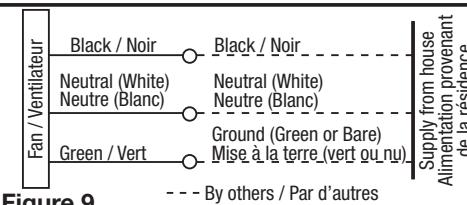

Figure 9
3. For two speed fans wired for continuous ventilation, connect the White wire of the fan to the White (Neutral) wire from the power source. Connect the ground wire from the house to the green wire from the fan housing. Connect the Black wire of the fan to the Black wire (Hot) from the power source. The fan will operate on low speed continuously and boost to high speed when motion is detected. A manual override switch (not included) can be used to provide a manual fan Off function. (**Figure 9**).
4. For two speed fans wired for continuous ventilation, connect the White wire of the fan to the White (Neutral) wire from the power source. Connect the ground wire from the house to the green wire from the fan housing. Run 2 wires from a properly grounded wall switch (not included) to the fan. Connect the Black wire of the fan to the Black wire (Hot) from the power source. Connect the Hot Yellow wire from the fan to the input of the switch. Connect the second Yellow wire from the fan to the output side of the switch. Closing the switch will change from normal to high speed (**Figure 9**).
3. Pour les ventilateurs à deux vitesses, raccordés pour une ventilation continue, connectez le fil blanc du ventilateur au fil blanc (neutre) de la source d'alimentation. Connectez le fil de terre de la maison au fil vert du boîtier du ventilateur. Connectez le fil noir du ventilateur au fil noir (chaud) de la source d'alimentation. Le ventilateur fonctionnera à faible vitesse, en continu, et augmentera à haute vitesse lorsqu'un mouvement est détecté. Un interrupteur à commande manuelle (non inclus) peut être utilisé pour éteindre manuellement le ventilateur (**Figure 9**).
4. Pour les ventilateurs à deux vitesses, raccordés pour une ventilation continue. Connectez le fil blanc du ventilateur au fil blanc (neutre) de la source d'alimentation. Connectez le fil de terre de la maison au fil vert du boîtier du ventilateur. Connectez le fil noir du ventilateur au fil noir (chaud) de la source d'alimentation. Utilisez un interrupteur à bascule standard duplex, correctement mis à terre, pour relier le fil jaune chaud du ventilateur à l'entrée de l'interrupteur. Connectez le deuxième fil jaune du ventilateur au côté de sortie du commutateur. Fermer l'interrupteur changera la vitesse de normale à haute vitesse (**Figure 9**).